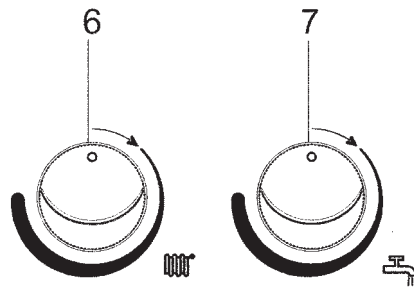

Figure 17A
- 1) tourner les boutons 6 et 7 (figure 1) dans le sens inverse des aiguilles d'une montre en les mettant sur la valeur minimum, comme le montre la figure 17A;
- 1) tourner le bouton 6 (figure 1) dans le sens inverse des aiguilles d’une montre et les mettre sur la valeur minimum comme le montre la figure 17A;